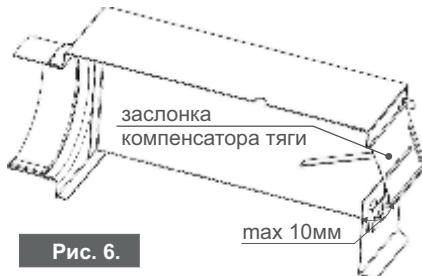

Рис. 6.
- убедитесь в том, что заслонка компенсатора тяги (рис.6) имеет свободный ход (должно наблюдаться свободное качание заслонки).